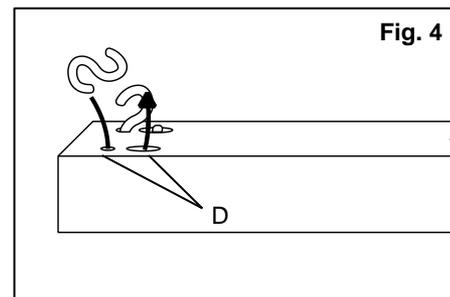

Fig. 4
1. Insérez un **crochet** en dans chacun des quatre trous (D) situés aux coins de l'**appareil**. (Fig. 4)